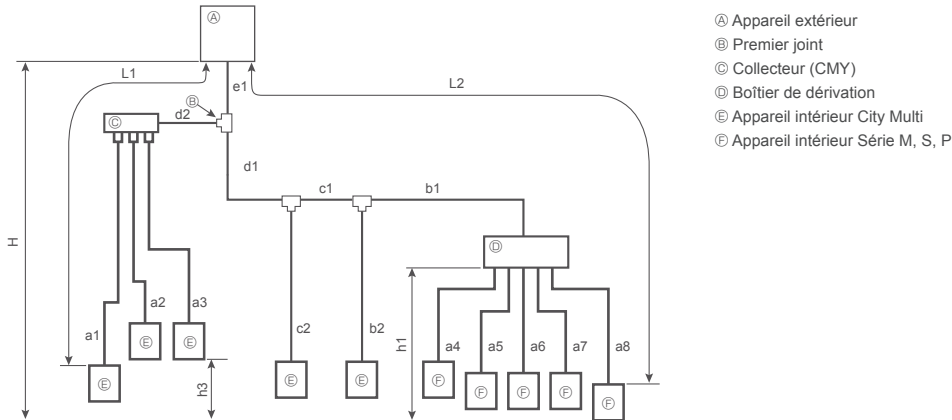

Fig. 4-6 (a)
4.1.3. Système mixte (appareils intérieurs City Multi et appareils intérieurs Série M, S, P (connexion via boîtier de dérivation)) (Fig. 4-6)